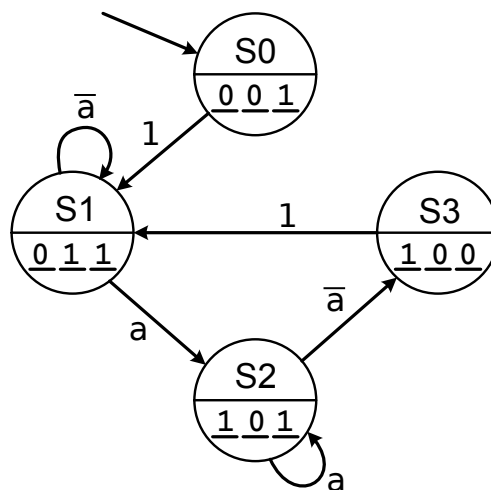
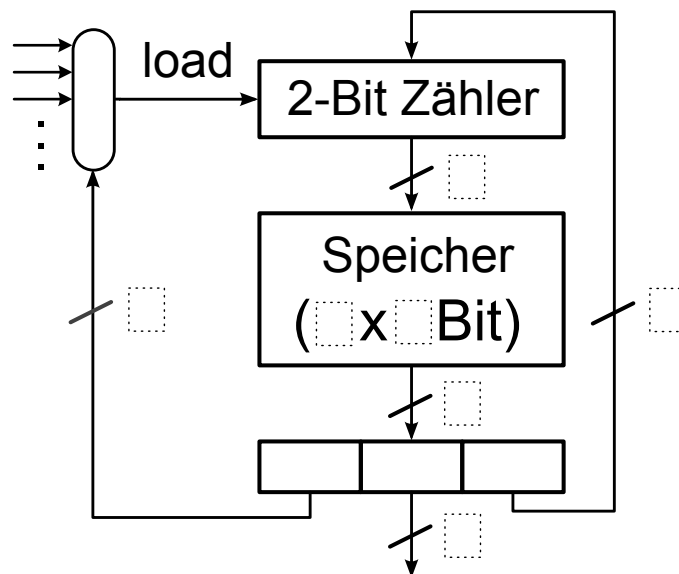

Abbildung 10: Automat
Abbildung 11: Schematische Darstellung einer Mikroprogrammsteuerung
- a) Der in Abbildung 10 spezifizierte Automat soll durch eine speicherprogrammierte Steuerung realisiert werden. Der Startzustand des Automaten ist mit S0 bezeichnet. Tragen Sie die Bus- und Speicherbreiten für die Mikroprogrammsteuerung in Abbildung 11 ein.